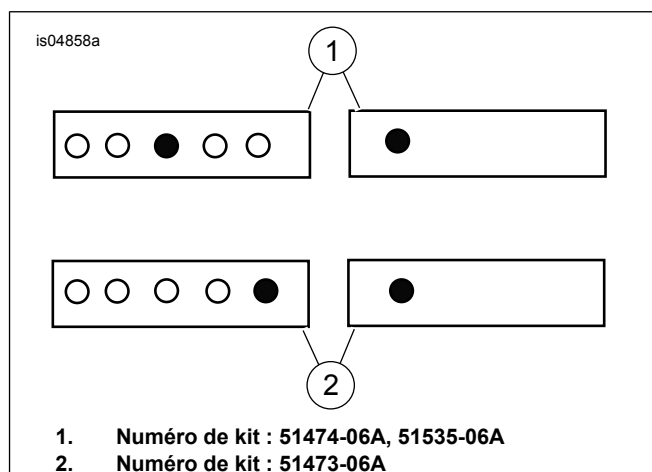

Figure 4. Installation de sangle de maintien
5. Voir Figure 4. Installer la nouvelle sangle de maintien avec la rondelle et l'écrou et serrer l'écrou à un couple de 11–18 N·m (8–13 ft·lbs).